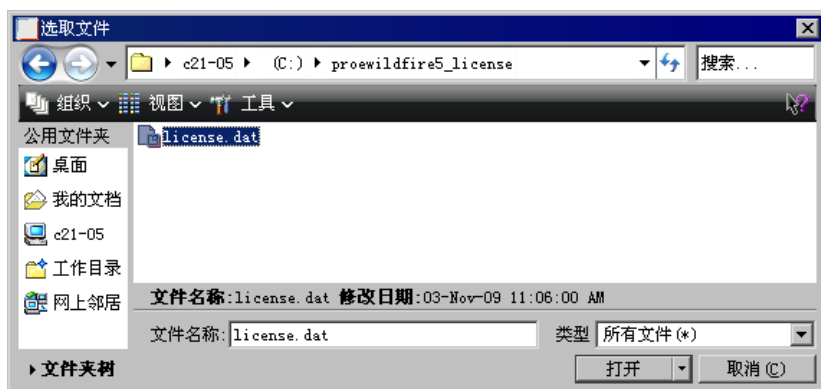

图 2.5.9 “选取文件”对话框
(1) 选择 锁定的许可证文件(服务器未运行) 选项。
(2) 单击 按钮，系统弹出图 2.5.9 所示的“选取文件”对话框，按照路径 C:\Program Files\proewildfire5_license 检索许可证文件 license.dat，然后单击 打开 确定(O) 按钮。
(3) 单击 下一步 > 按钮。